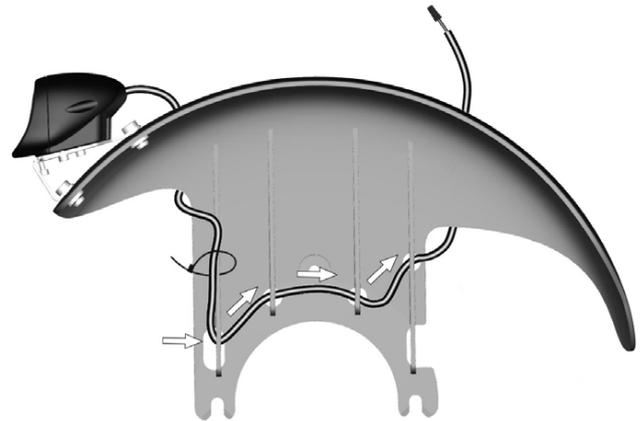

Abbildung 132. Kabel innen am Kotflügel montieren, durch die Kerbe ziehen und Kabelbinder verwenden.
2. Kabel innen am Kotflügel montieren, durch die Kerbe ziehen und Kabelbinder verwenden. Siehe Abbildung. 132.